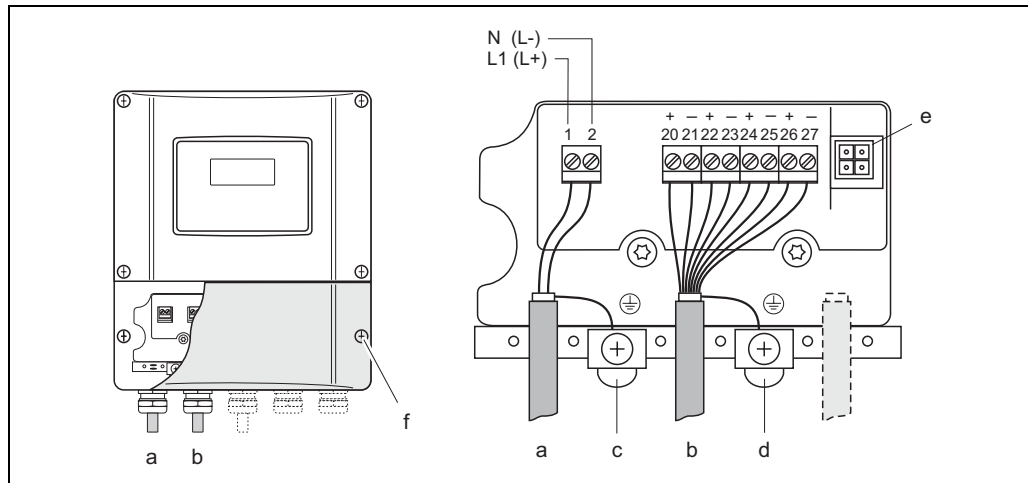

Fig. 23 : Raccordement du transmetteur (boîtier mural); Section du câble : max. 2,5 mm² (AWG 13)
- Schéma de câblage (boîtier pour montage mural) → Fig. 23